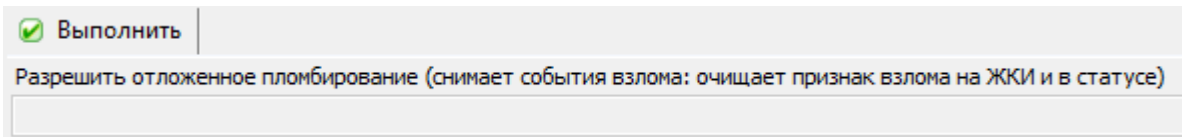

Рисунок 218 – Выполнение команды «Разрешить отложенное пломбирование»
6.15.11 Для перевода счетчика в режим отложенного опломбирования предусмотрена команда «Разрешить отложенное опломбирование» (см п.п. 6.15.23). В ПО AdminTools необходимо перейти на закладку «Команды → Электронная пломба → Отложенное опломбирование» и нажать кнопку «Выполнить» (Рисунок 218). При получении данной команды, в энергонезависимой памяти сохраняется признак разрешения.